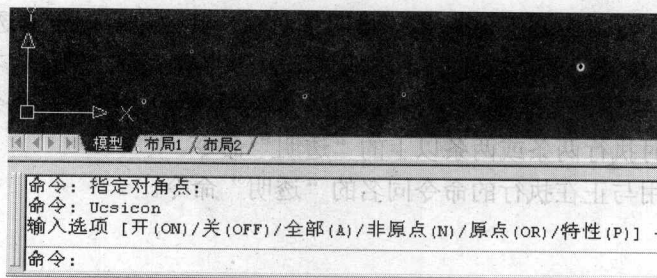

图 1-10 显示 UCS 图标
(2) 执行 Ucsicon 命令, 重新显示 UCS 图标, 如图 1-10 所示。